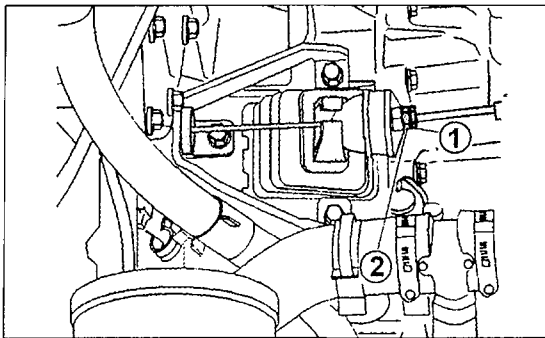

Bild 195
- Bei der Ausrückung durch „Ziehen“, wie es in Bild 195 zu sehen ist, die Kontermutter (1) lockern und die Mutter (2) verstellen, bis beide Pedale auf gleicher Höhe stehen. Durch Anziehen der Mutter (2) hebt sich das Pedal, durch Lockern der Mutter (2) senkt sich das Pedal. Nach Einstellung die Kontermutter (1) anziehen. Den Pedalweg jetzt ausmessen, wie es unten beschrieben wird.